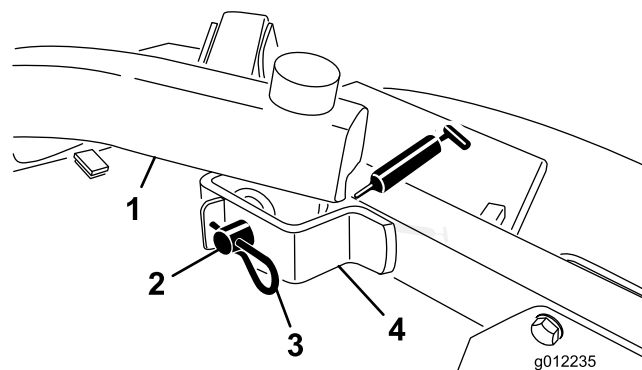

Figura 20
- Pivotes del brazo de elevación delantero (Figura 20)